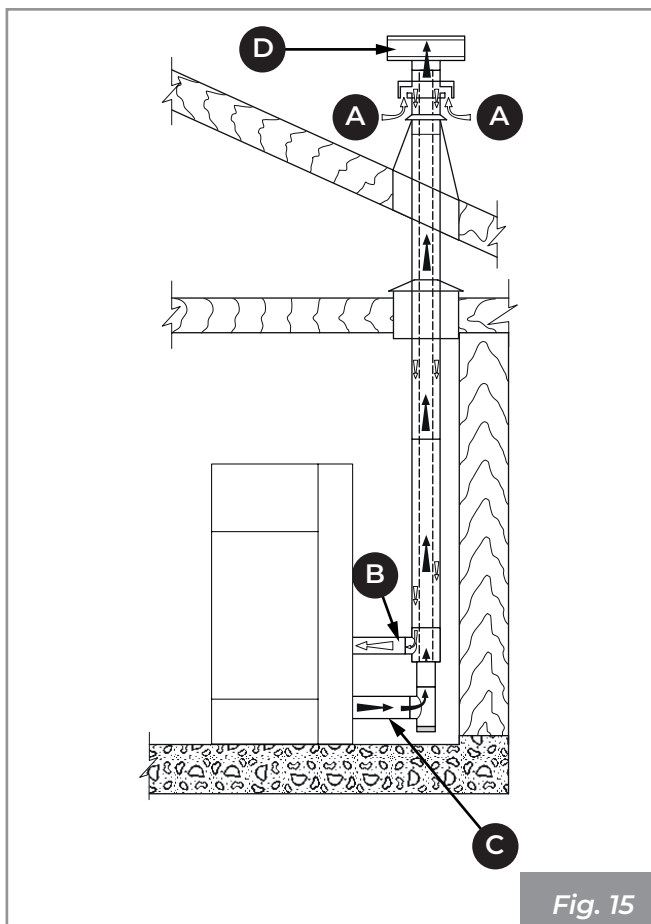
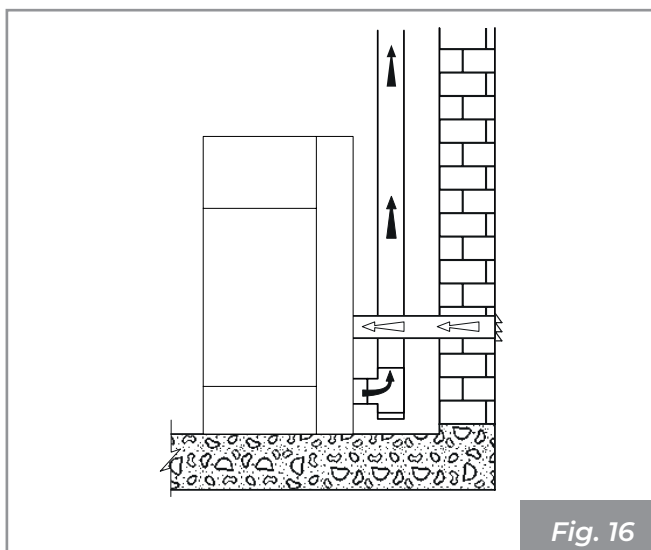

Fig. 15
Fig. 16
- directamente desde el exterior con conexión directa a la cámara de combustión (**Fig. 15 - Fig. 16**).
- canalizar el aire comburente mediante un tubo de descarga coaxial para la expulsión de los humos y la extracción del aire (**Fig. 15 - A, B = Entrada aire, C, D = Salida humos**); por lo tanto no es necesario hacer una clásica toma de aire en el local.
- conectar la entrada de aire comburente del aparato a la toma de aire con un conducto adecuado (**Fig. 16**).